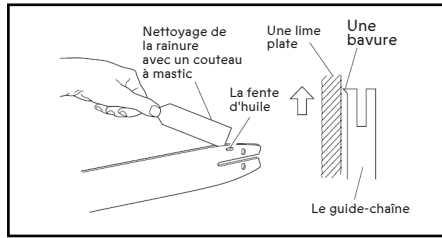

Fig.10
- (1) La barre est pliée ou fissurée.
- (2) La rainure intérieure de la barre est très usée (Fig. 10).